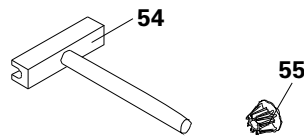

Fig. B8.02
- Llave para barra de atado (54) para que un operario acceda al punto de atado desde un lado.
- Tapón (55) para cerrar puntos de atado que no se utilizan. (Fig. B8.02)